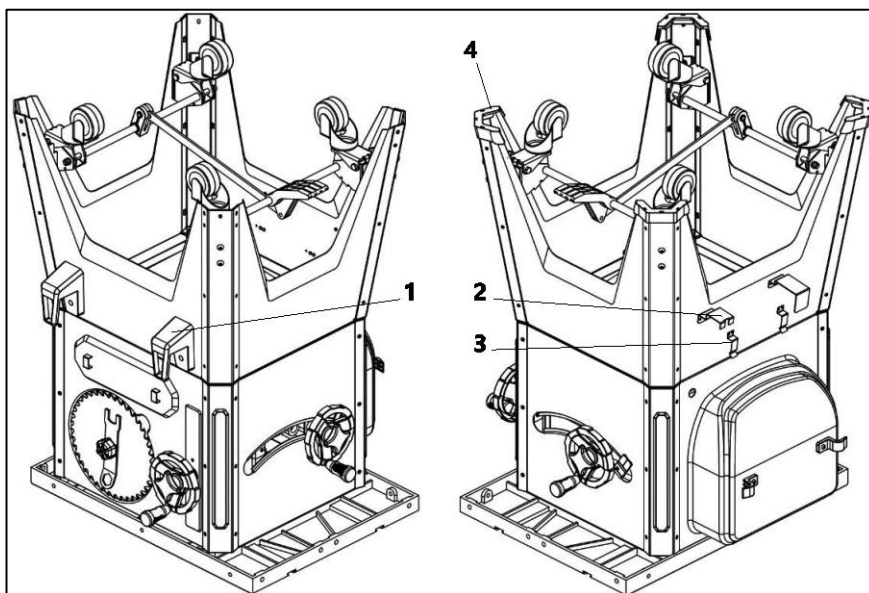

Рисунок 11
Прикрепите кронштейны 1 для хранения параллельного упора на правой панели основания при помощи двух болтов, плоских шайб и гаек (рис. 11).
Прикрепите кронштейны 2 толкателя на левой панели основания при помощи четырех винтов и плоских шайб (рис. 11).
- Пильный диск и ключ закреплены на корпусе станка (рис. 11), отсоедините их.